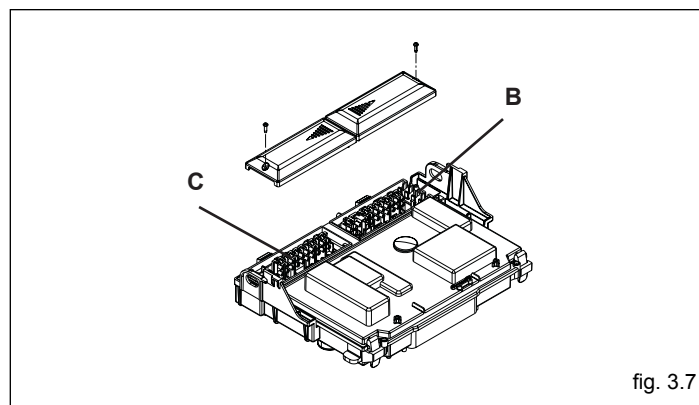

fig. 3.7
- åbn dækslerne over printet ved at skubbe dem i pilenes retning (fig. 3.7: B højspændings forbindelser 230 V, C lavspændingsforbindelser).